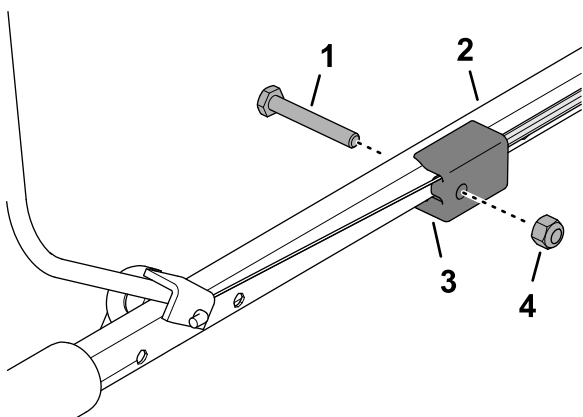

Bild 13
5. Befestigen Sie das Anschlussstück des Kabelzugs am oberen Holm (Bild 13) mit der Schraube ($\frac{1}{4}'' \times 1\frac{3}{4}''$) und der Sicherungsmutter ($\frac{1}{4}''$).